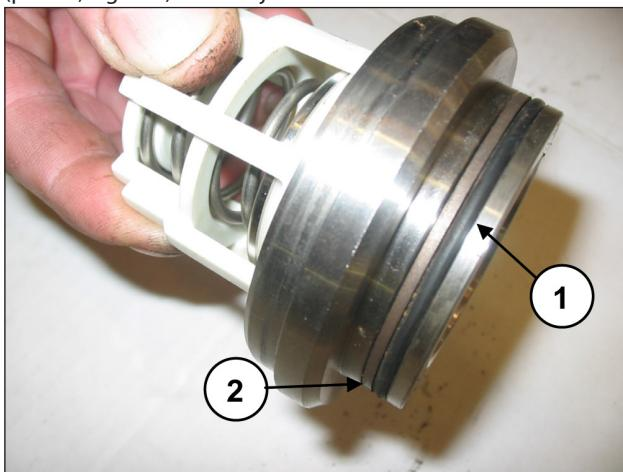

Fig. 123
Montar la junta tórica, pos. dibujo desglosado 5 (pos. ①, Fig. 123) y la anilla antiextrusión, pos. dibujo desglosado 15 (pos. ②, Fig. 123) en el alojamiento de la válvula de envío.